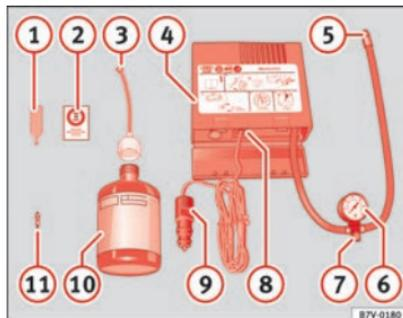

Fig. 142 Componentes del juego de reparación para neumáticos
- ② Etiqueta adhesiva con la indicación de la velocidad "máx. 80 km/h", o bien. "máx. 50 mph"
- ③ Tubo flexible de llenado con tapón de cierre
- ④ Compresor
- ⑤ Tubo flexible para inflar los neumáticos
- ⑥ Manómetro de inflado del neumático
- ⑦ Tornillo para hacer salir el aire
- ⑧ Interruptor
- ⑨ Conector de cable de 12 voltios ⇒ página 124
- ⑩ Botella con agente sellante
- ⑪ Válvula de repuesto
El extractor de válvulas ① ⇒ fig. 142 tiene una ranura en el extremo inferior, con la que encaja en el vástago de la válvula. Sólo de este modo se puede desenroscar y enroscar nuevamente el vástago de la válvula del neumático. Esto es válido también para el vástago de la válvula de repuesto ⑪.
- Pegue la etiqueta adhesiva **(2)** ⇒ fig. 142 ⇒ página 221 sobre el tablero de instrumentos en el campo visual del conductor.
- Agite la botella con agente sellante **(10)** ⇒ fig. 142 ⇒ página 221 fuertemente varias veces.
- Enrosque el tubo para inflar el neumático **(5)** ⇒ fig. 142 ⇒ página 221 fijamente en la válvula del neumático.